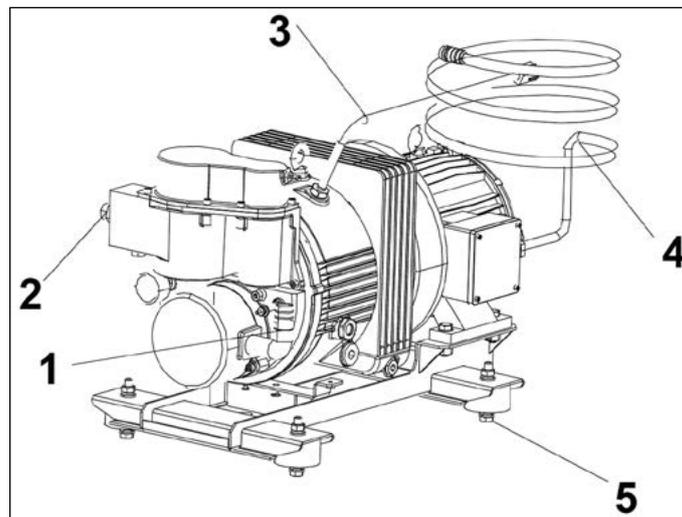

Figura 5-4-3
4. Conforme mostrado na Figura 5-4-3, remova o conector do controlador do cabo trifásico [4] do compressor de ar e o conector do sensor do cabeçote do compressor de ar [3].
1. Durante a instalação de um novo compressor de ar, conforme mostrado na Figura 5-4-3, levante o compressor de ar até o suporte usando os orifícios de elevação e as correias de elevação e aperte os parafusos de instalação [5] com uma chave dinamométrica aplicando um torque de aperto de 44 ± 4 N.m. Siga os requisitos de torque padrão para outros torques não indicados.